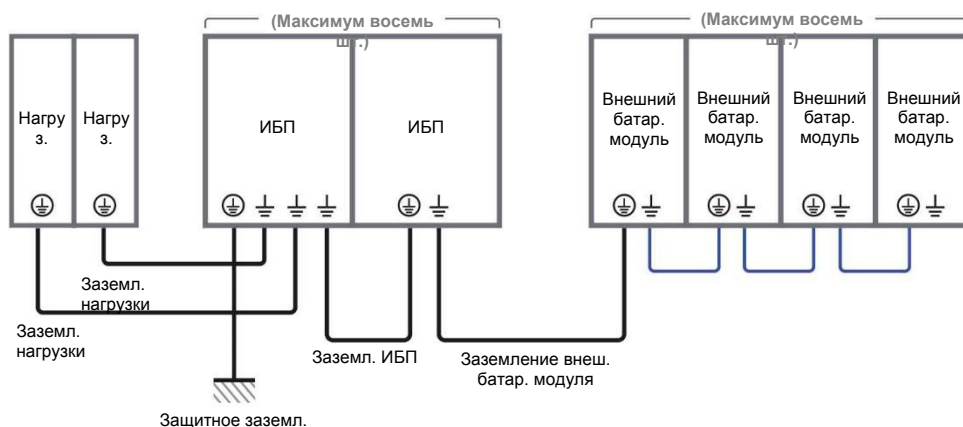

Рисунок 5-18: заземление параллельных ИБП
- 4 См. Рисунок 5-18 для заземления параллельных ИБП, внешнего батарейного модуля (модулей) и важных нагрузок.
- 5** См. Рисунок 5-18 для заземления параллельных ИБП, внешнего батарейного модуля (модулей) и важных нагрузок.